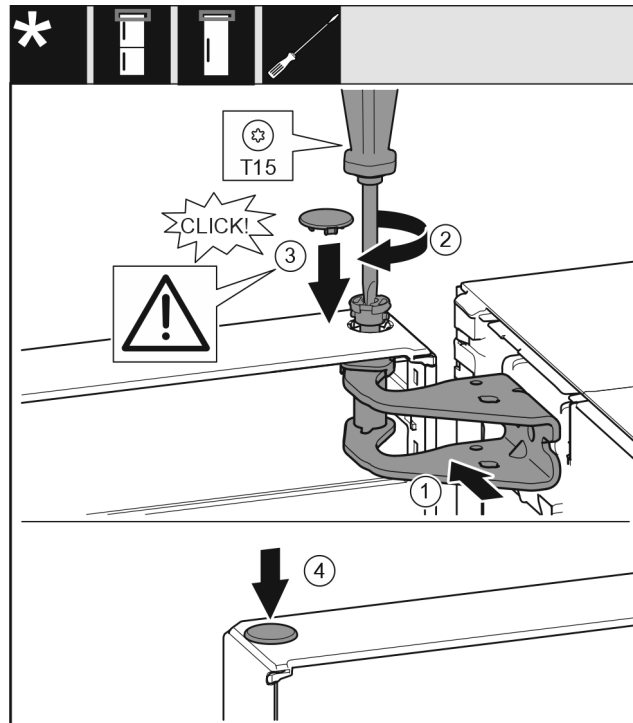

Fig. 22
- ▶ Wyrównać drzwi u góry względem otworu w płycie zawiasu. Fig. 22 (1)
- ▶ Założyć sworzeń i dokręcić śrubokrętem T15. Fig. 22 (2)
- ▶ Zamontować osłonę bezpieczeństwa w celu zabezpieczenia drzwi: Włożyć osłonę zabezpieczającą i sprawdzić, czy przylega ona do drzwi. Ponadto założyć całą sworzeń. Fig. 22 (3)
- ▶ Założyć zatyczkę. Fig. 22 (4)